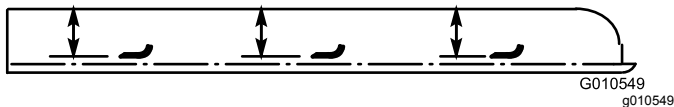

Bild 29
2. Drehen Sie die Messer, bis die Enden nach vorne und hinten zeigen. Messen Sie von der Innenseite des Mähwerks bis zur Schnittkante an der Vorderseite des Messers (Bild 29) und merken sich diesen Wert.